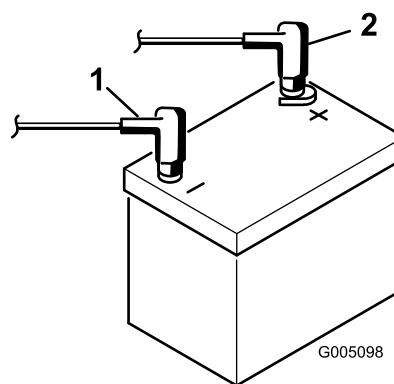

Figura 7
7. Primero, conecte el cable positivo (rojo) al borne positivo (+), y luego el cable negativo (negro) al borne negativo (-) de la batería, y fíjelos usando los pernos y las tuercas (Figura 7). Deslice la cubierta de goma sobre el terminal positivo para evitar posibles cortocircuitos eléctricos.